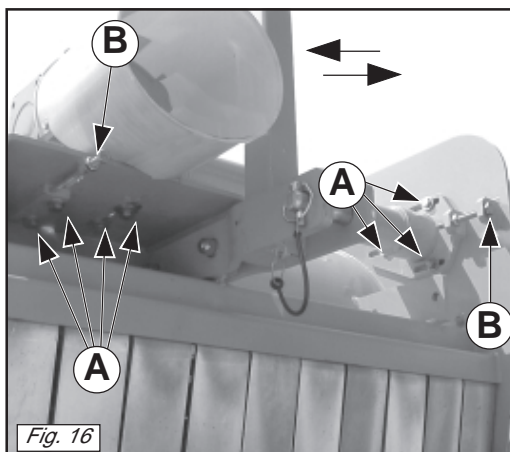

Fig. 16
- Allentare le viti che fissano il moltiplicatore alla carpenteria (A Fig. 16).
- Agire sulle due viti di registro (B Fig. 16) facendo in modo che le cinghie raggiungano la corretta tensione.
- *Loosen the bolts that fix the overdrive to the structure (A Fig. 16).*
- *Work on the two adjuster screws (B Fig. 16) in order to correctly tighten the belts.*
- Die Schrauben lockern, die das Übersetzungsgetriebe an den Stahlteilen befestigen (A Abb. 16).
- Die beiden Schrauben der Einstellvorrichtung (B, Abb. 16) so einstellen, daß die Riemen korrekt gespannt werden.
- *Desserrer les vis qui fixent le multiplicateur à la charpente (A Fig. 16).*
- *Agir sur les deux vis de réglage (B Fig. 16) en faisant en sorte que les courroies atteignent la tension souhaitée ;*
- Aflojar los tornillos que fijan el multiplicador al armazón (A Fig. 16).
- Con los dos tornillos de regulación (B Fig. 16), tensar correctamente las correas.